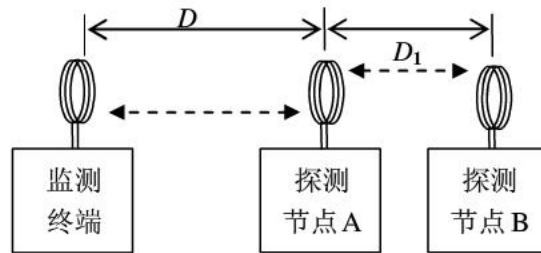
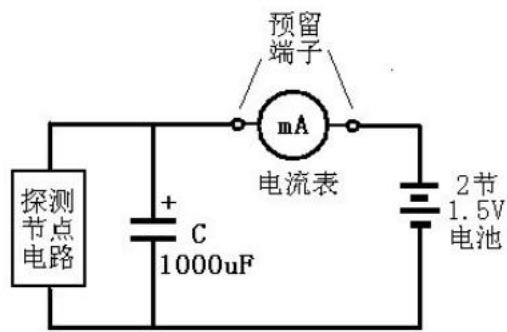

图 2 节点转发功能示意图
图3 节点电流测试电路
- (1) 每个探测节点增加信息的转发功能，节点转发功能示意图如图 2 所示。即探测节点 B 的探测信息，能自动通过探测节点 A 转发，以增加监测终端与节点 B 之间的探测距离  $D+D_1$ 。该转发功能应自动识别完成，无需手动设置，且探测节点 A、B 可以互换位置。
3. 测试各探测节点的功耗采用图 2 所示的节点分布图，保持距离  $D+D_1=50$ cm，通过测量探测节点 A 干电池供电电流来估计功耗。电流测试电路见图 3。图中电容 C 为滤波电容，电流表采用 3 位半数字万用表直流电流档，读正常工作时的最大显示值。如果  $D+D_1$  达不到 50cm，此项目不进行测试。